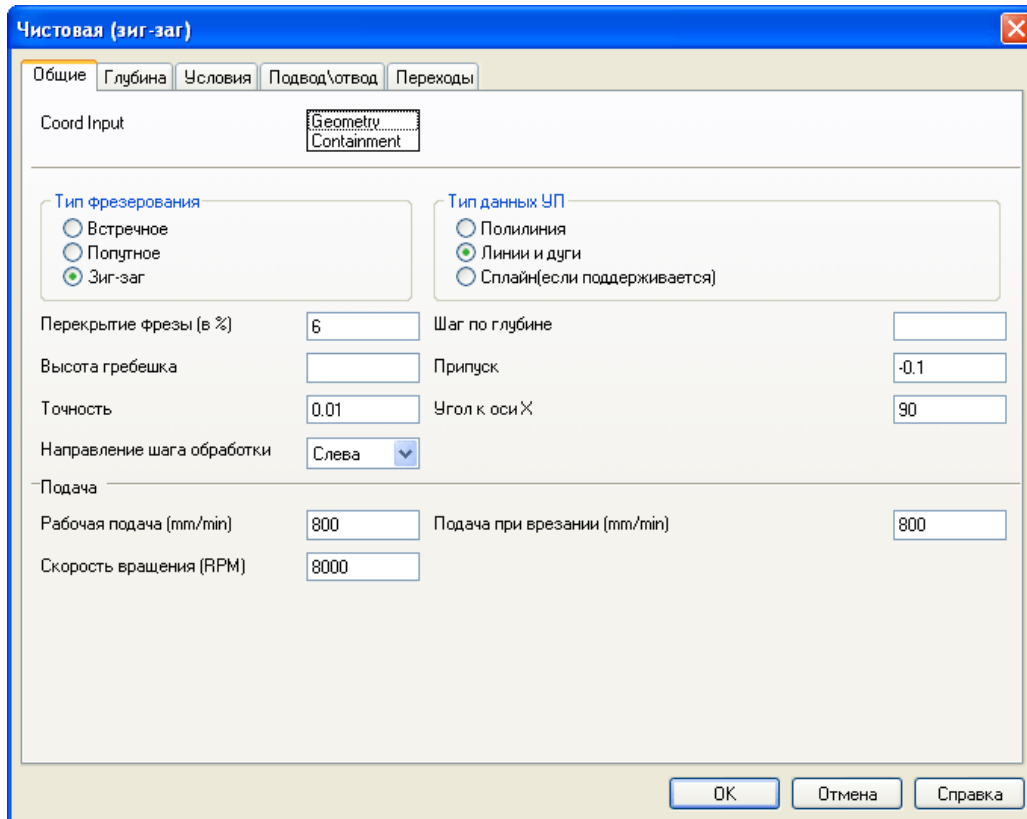

Рис. 4. Edgesam Пример обработки поверхности пуансона
- Выбран цикл - Чистовая обработка (Зиг-заг) со след параметрами (рис. 4 и 5):